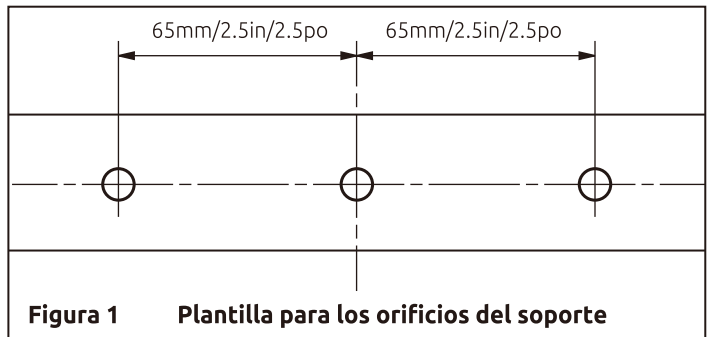

Figura 1 Plantilla para los orificios del soporte
3. Utilizando el soporte como plantilla, marque con lápiz las (3) posiciones de los tornillos. (Figura 1)
5. Instale el soporte con los (3) tornillos para madera de cabeza hexagonal suministrados con arandelas utilizando una llave o llave de tubo de 12mm/0.5in/0.5po. Apriete los tres hasta que queden ajustados.